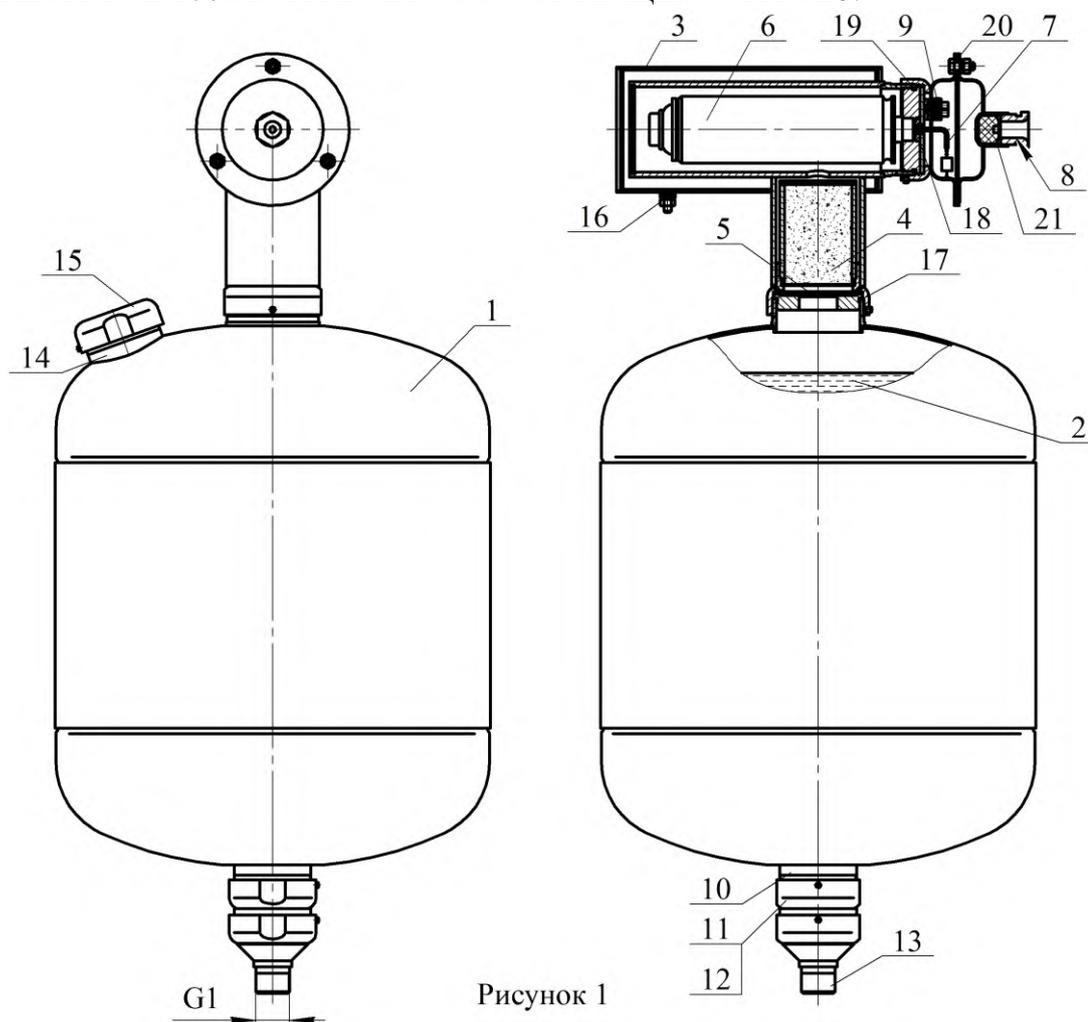

Рисунок 1
4.1.1 МУПТВ (см. рисунок 1) состоит из корпуса **1**, заправленного ОТВ **2**, газогенерирующего устройства **3** и мембранного рабочего узла, смонтированного в нижней части модуля. Канал со встроенным фильтрующим элементом **4** для очистки газа, соединяющий газогенерирующее устройство **3** с внутренней полостью корпуса **1**, загерметизирован эластичной прокладкой **5**. В корпусе газогенерирующего устройства установлен ИХГ **6** с элементом электропусковым **7**. Газогенерирующее устройство снабжено вводной коробкой с герметичным кабельным вводом **8**. Монтажный кабель через кабельный ввод **8** входит во вводную коробку и через зажим контактный винтовой **9** соединяется с проводами элемента электропускового **7**. В мембранном узле сопловое отверстие **10**, предназначенное для выхода ОТВ, перекрыто срезной мембраной **11**, которая поджата гайкой **12**. С гайкой **12** через фильтрующий элемент соединен штуцер **13** с наружной резьбой G1, предназначенный для соединений МУПТВ с трубной разводкой или переходником для направленной подачи ОТВ. В верхней части корпуса расположены горловина **14** для заливки ОТВ и предохранительный клапан **15**. МУПТВ имеет заземляющий зажим **16**.
6.5.1 Залить в отверстие верхней горловины **14** (см. рисунок 1) воду (питьевую либо дистиллированную) (температура воды должна быть плюс ($15...25$) $^{\circ}\text{C}$) объемом $26,2^{+0,05}$ дм³. Открыть упаковки с жидкими добавками к воде и залить их в отверстие верхней горловины **14**.
6.6.3 Полученный раствор ОТВ залить в отверстие верхней горловины 14 (см. рисунок 1). Для окончательного приготовления ОТВ открыть упаковки с жидкими добавками к воде и залить их в отверстие верхней горловины 14.
6.8 Соединить штуцер 13 (см. рисунок 1) с трубной разводкой.